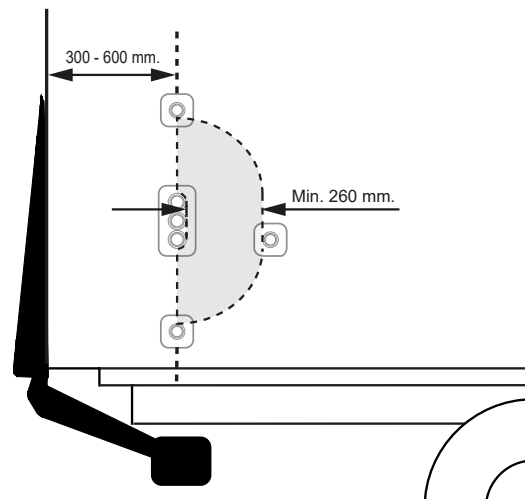

Bild 48. Montering av manöverdon CD 1 med tvåhandsfattning.
2. Avståndet mellan fordonets bakre kant och centrum på manöverdonen skall vara 300-600 mm. Avstånden mellan manöverdonen skall vara minst 260 mm. Se Bild 48.